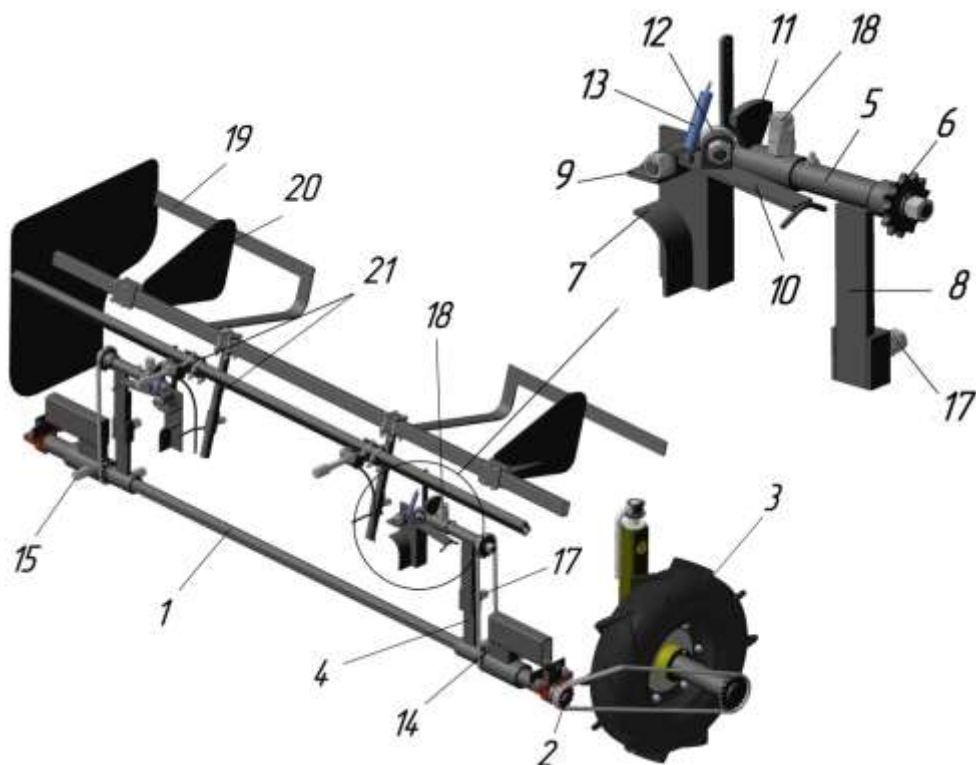

Рисунок 3 – Механизм установки дуг с приводом.
3.1.4 Приводной вал 1 (рисунок 3) установлен на раме в корпусах подшипников 2. Привод от колеса 3 осуществляется цепью от приводной звёздочки. На валу размещены регулируемые по ширине кронштейны 15 для установки левого и правого механизмов установки дуг. **Диапазон регулировки ширины установки дуг 600 ...800 мм.**
3.1.5 Механизм установки дуг (рисунок 3) крепится на кронштейнах приводного вала на направляющей 8 и предназначен для придания пруткам формы дуги и установки их в почву. Состоит из приводного вала 5 со звёздочкой 6, захватов 7 и 9, формирователя дуги 10, эксцентрика 11 с роликом 12 и возвратной пружины 13. **При отгрузке установлено расстояние между дугами 1500 мм. В комплекте поставки предусмотрена сменная звездочка 2, которая позволяет установить расстояние между дугами 1000 мм.** Иное
При необходимости отвалы могут насыпать грунт (иначе их можно снять). При движении машины вперёд вращение при помощи цепных передач от приводного колеса 3 через приводной вал 1 и кронштейны 4 (рисунок 3) передаётся на механизм установки дуги. Во время движения механизм осуществляет захват прутка из подающего механизма, вращающийся вал 1 с эксцентриком 11 воздействует на ролик 12, формирователь 10 перемещается вниз до придания прутку необходимой формы дуги. После установки дуги в почву возврат механизма в исходное положение осуществляется пружиной 13.
– ширина установки дуг регулируется путем смещения механизмов установки дуг вдоль приводного вала. **Диапазон регулировки 600 ... 800 мм.** Для этого необходимо ослабить болты 15,16 (рисунок 3) и вручную установить требуемое расстояние – зажать болты. При этом необходимо также выставить держатели прутка 21 в необходимое положение (подобрать по месту). Подобрать необходимую длину прутка и выставить под нее ограничители 20. **Максимальная длина используемых прутков 1800 мм.**
– вертикальность входа дуги относительно плоскости грунта регулируется путем поворота механизмов установки дуг относительно приводного вала. Для этого необходимо ослабить болты 16 и 17 (рисунок 3) на двух механизмах освободить цепи привода и повернуть механизмы вручную на необходимый угол – вернуть цепи в зацепление и зажать болты.
– изгиб дуги регулируется положением эксцентрика 11 относительно ролика 12 (рисунок 3). Для изменения положения эксцентрика необходимо ослабить болт 18, повернуть эксцентрик на требуемый угол и зажать болт. Получившийся изгиб дуги во многом зависит от используемого прутка и подбирается опытным путем. Наиболее оптимальный вид дуги для прутка длиной 1400 мм показан на рисунке 11а.